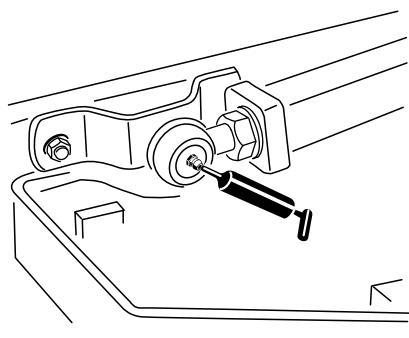

Figure 70
- 2 rotules de bras de levage (Figure 70).